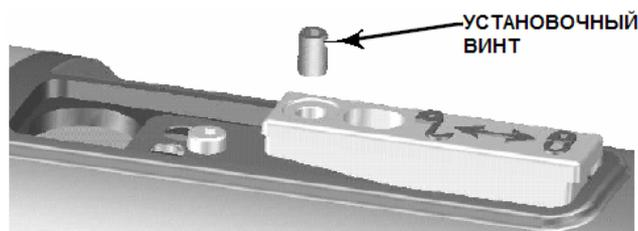

Рисунок 3-6. Стопорный винт крупным планом
1. Если установочный винт в рукоятке доступа (см. рисунок 3-6) завинчен до касания пружинной пластины, вывинтите его так, чтобы его верхняя кромка была заподлицо с наружной поверхностью рукоятки, используя шестигранный ключ размером 2 мм. Сдвиньте рукоятку доступа в фиксированное положение, чтобы открыть доступ к смотровому отверстию. Нажмите на заднюю часть рукоятки, как показано на рисунке 3-5, а затем сдвиньте рукоятку по направлению к передней части устройства. Убедитесь, что блокирующая рукоятка сместилась вниз и защелкнулась.